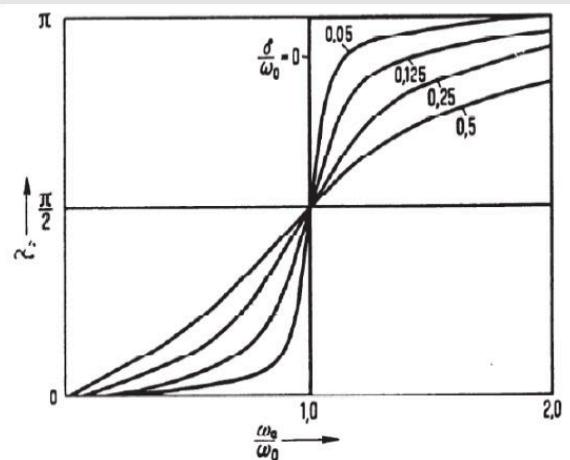

Fig. 8 : Déphasage de l'oscillation forcée pour différents amortissements.
La figure 8 montre la différence de phase de l'oscillation forcée en fonction de la fréquence de stimulation selon l'Eq. (10). Pour les très petites fréquences  $\omega_\alpha$  la différence de phase est approximativement nulle, c'est-à-dire que le pendule et le couple stimulant sont "en phase".